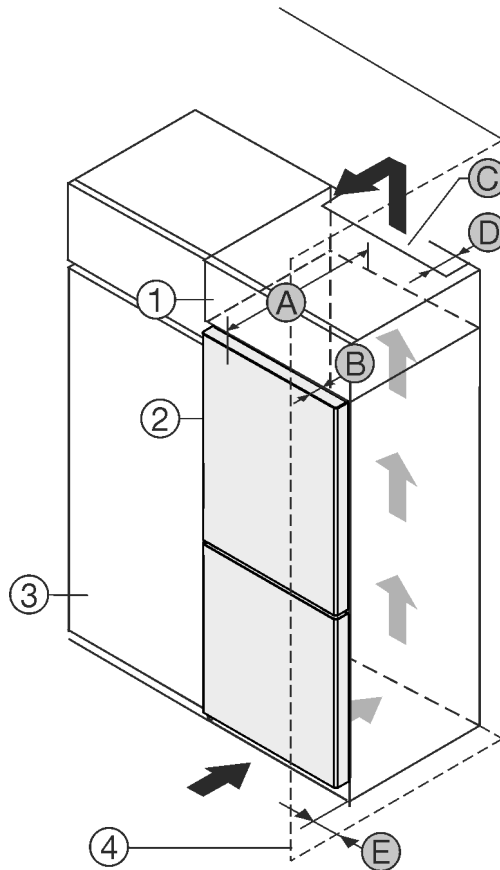

Fig. 1
- (1) Overskab
- (2) Apparat
- (3) Køkkenskab
- (4) Væg
- (A) Apparatdybde
- (B) Dørens dybde
- (C) Ventilationstværsnit
- (D) Afstand, apparatets bagside
- (E) Afstand til apparatets side
Du kan opstille apparatet direkte ved siden af køkkenskabet Fig. 1 (3).
På bagsiden af overskabet skal der være en ventilationskanal med dybden Fig. 1 (D) over hele overskabets bredde.
Ventilationstværsnittet Fig. 1 (C) under rummets loft skal overholdes.
Hvis apparatet opstilles med hængslerne ved siden af en væg Fig. 1 (4), skal afstanden mellem apparatet og væggen være mindst 13 mm .
Hvis apparatet opstilles med hængslerne ved siden af en væg Fig. 1 (4), skal afstanden mellem apparatet og væggen være mindst 20 mm .
For at døren kan åbnes helt, skal apparatet rage frem med dørens dybde Fig. 1 (B) i forhold til køkkenskabets forside. Apparatet kan rage mere ud afhængigt af køkkenskabenes Fig. 1 (3) dybde og anvendelsen af vægafstandsholdere.